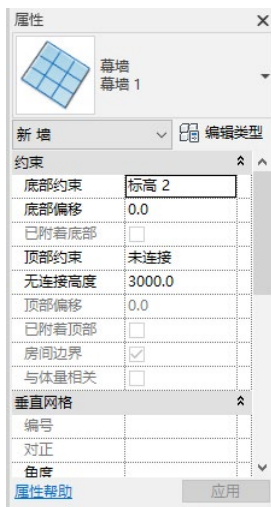

图 9-19 “属性”选项板
(1) 打开 9.1.1 节绘制的文件,单击“结构”选项卡“结构”面板中的“墙:结构”按钮,打开“修改|放置结构墙”选项卡和选项栏。
(2) 从“属性”选项板的“类型”下拉列表中选择“幕墙”类型,此时“属性”选项板如图 9-19 所示。